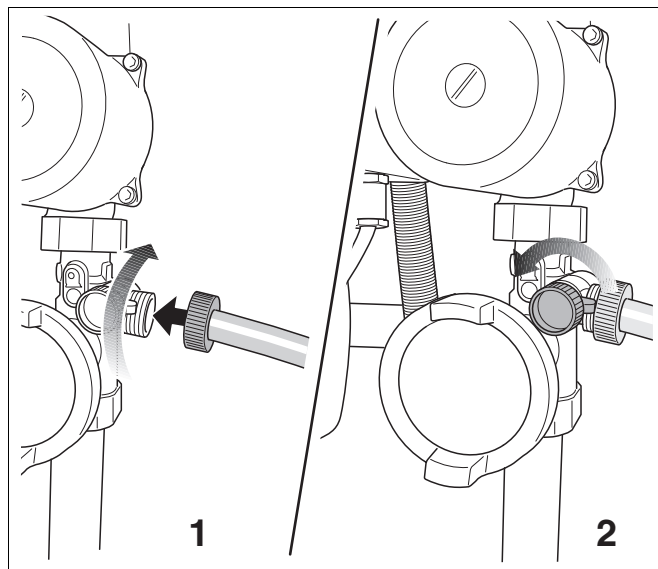

Рис. 65 Подключение шланга / открытие крана для наполнения и слива
- Открыть кран для наполнения и слива (рис. 65).